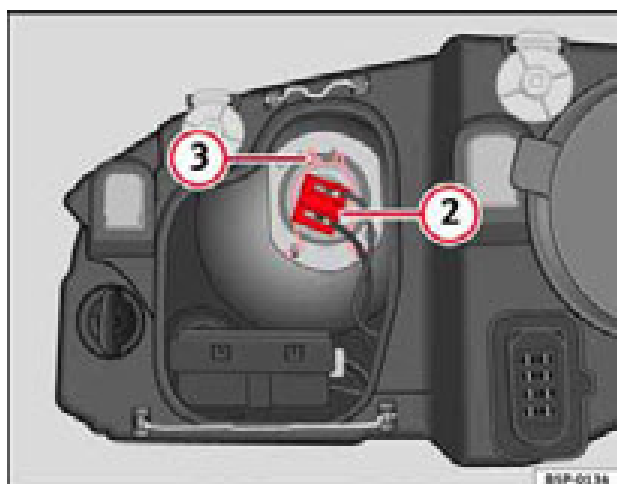

Fig. 158 Luz de cruce
- Extraiga el conector ⇒ fig. 158 ② de la lámpara.
- Desenganche el resorte retentor ⇒ fig. 158 ③ presionándolo hacia dentro y a la derecha.